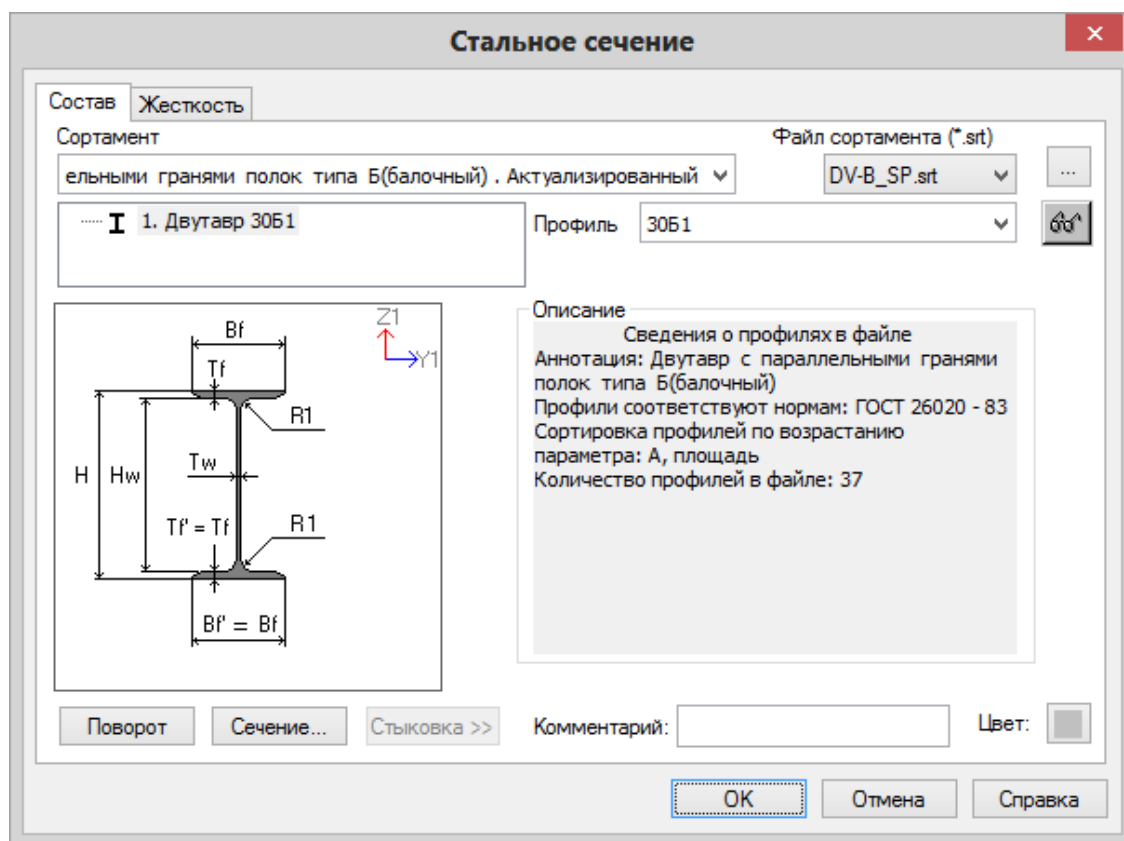

Рис.4.13. Диалоговое окно **Стальное сечение**
- В диалоговом окне **Стальное сечение** (рис.4.13) задайте параметры сечения **Двутавр** (для балок):